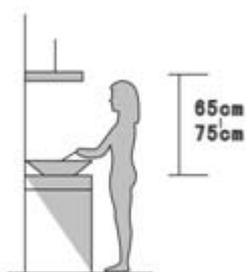

Figura 1
2. Perché possa garantire la massima efficacia, la cappa deve essere installata a una distanza di 65-75 cm dal piano cottura. Vedere figura 1.